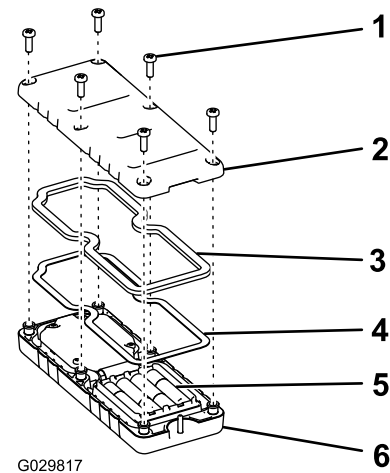

Figura 37
1. Retire los 6 tornillos de la parte trasera del control remoto, y retire la tapa (Figura 37).
5. Vuelva a colocar la tapa, sujétela con los 6 tornillos que retiró anteriormente (Figura 37) y apriételos a 1,5–1,7 N m (13–15 pulgadas-libra).